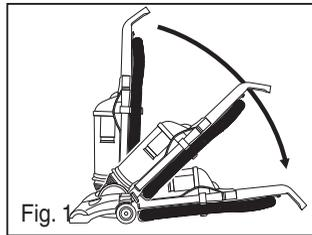

Fig. 1
- 1) Use la liberación de la agarradera para bajarla y dejarla horizontal sobre el piso (Fig. 1).
- 1) Quite la manguera del retén de la manguera. Doble la manguera para soltar un bloqueo (Fig. 1).